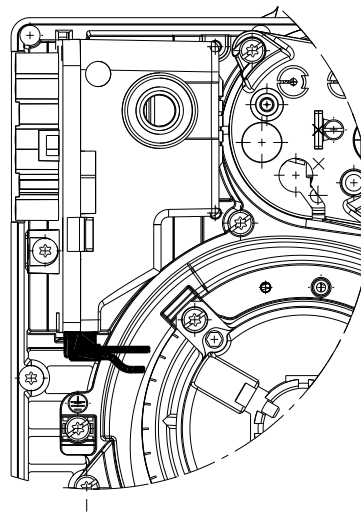

Fig. 24
- Verificare il corretto inserimento dei connettori dei collegamenti seguendo la simbologia riportata sul fondo dell'apparecchiatura di controllo fiamma: assicurarsi che i connettori siano completamente inseriti spingendoli fino in fondo, ognuno nella propria posizione di appartenenza. Tutti i connettori devono risultare con i cavi di collegamento rivolti verso l'interno del bruciatore (Vedi Fig. 24).